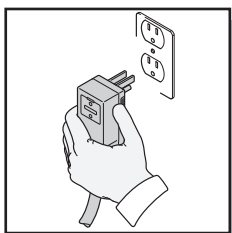

Fig. 16
- Déroulez le tuyau haute pression complètement et branchez la GFCI sur une prise 120 volts. (Figure 16).